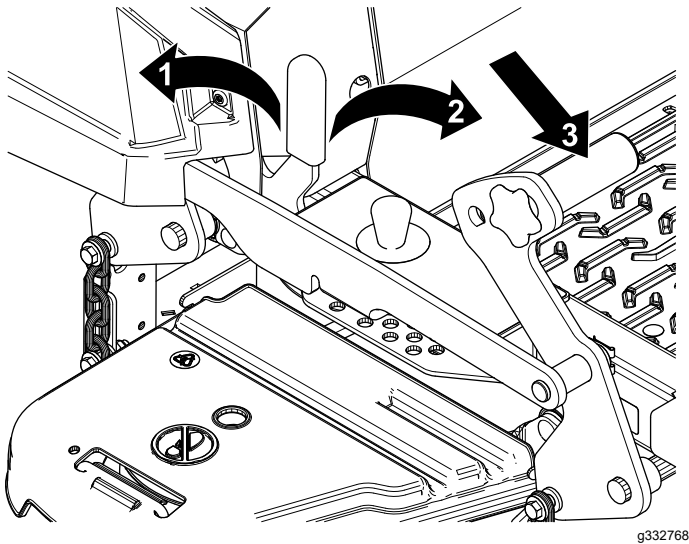

Bild 29
1. Drücken Sie das Mähwerkhubpedal ganz nach vorne, um das Mähwerk in der TRANSPORTstellung (Bild 29) zu arretieren.
2. Drücken Sie das Mähwerkhubpedal nach vorne und schieben Sie die Transportsicherung nach vorne bis zur ENTRIEGELN-Stellung und senken Sie dann langsam das Mähwerk ab. (Bild 29).